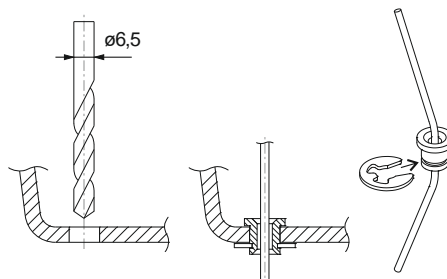

Рис. 10.2 – Организация прохождения троса через корпус ТС
10.2.3 Просверлить при необходимости (в случае установки измерителя на тороидальный баллон) отверстие $\varnothing 6,5$ мм для прохождения троса в элементах крепления баллона. Вставить в отверстие втулку из комплекта поставки и зафиксировать её с помощью упорной быстросъемной шайбы. Продеть через втулку трос как показано на рис. 10.2: